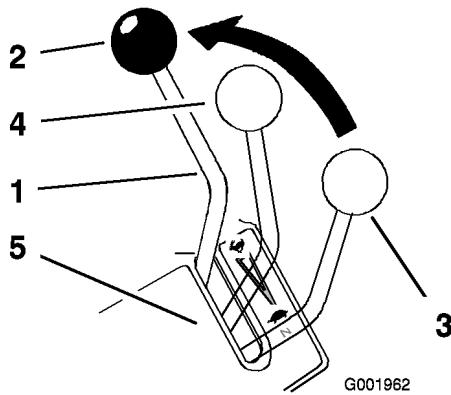

Figura 43
- Mueva la palanca de control de la velocidad (situada en la consola) a la posición de velocidad máxima hacia adelante (Figura 43).
2. Mueva la palanca de control de la velocidad a la posición de punto muerto (Figura 43).